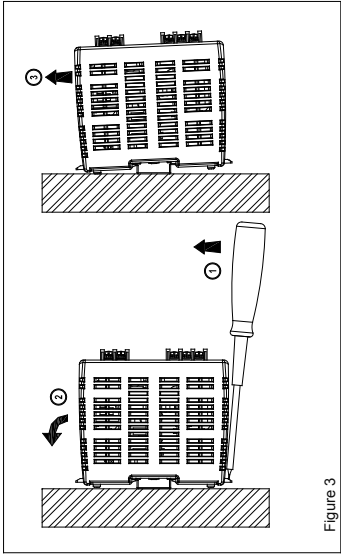

Figure 3
4. Demontage (Abb. 3)
Ziehen Sie zur Demontage den Einrasthebel mit einem Schraubendreher nach unten, wie in Abb. 3 dargestellt. Kippen Sie das Netzteil in die entgegengesetzte Richtung nach oben, klinken Sie den Einrasthebel aus und nehmen Sie das Netzteil nach oben von der DIN-Schiene ab.
4. Dismounting (Fig. 3)
To uninstall, put or slide down the latch as shown in Fig. 3. Then, slide the PSU in the opposite direction, release the latch and pull out the PSU from the rail.